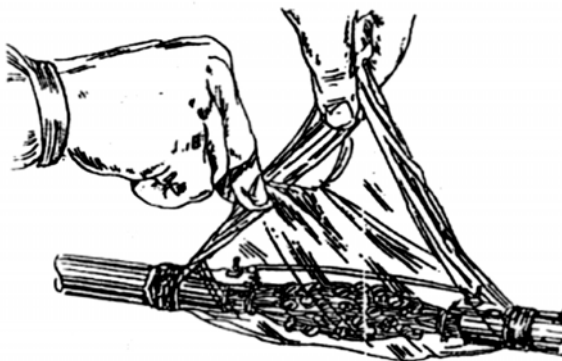

Рис. 9.8. Формирование опалубки.
9.1.13. Свернуть избыток пластикового листа. Плотно скрутить его углы в трубочку от обреза вниз по направлению к центру сроска под углом 45° по отношению к оси кабеля (рис. 9.8.).